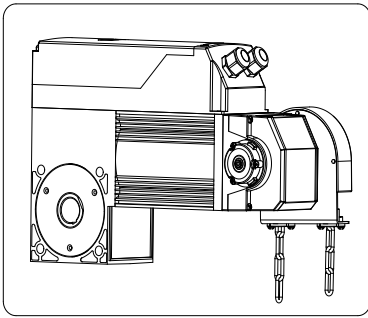

图 7
一般情况下，手动链的位置在门的外侧，即开门机安装在门的右侧时，手动链在开门机的右侧（如图 7）；开门机安装在门的左侧时，手动链在开门机的左侧（如图 8）
本款开门机的出厂状态为如图 7 所示的安装状态，若要转换成如图 8 所示的状态时，按图 9 所示，把罩壳上的四个螺钉（序号⑥）卸下，取下罩壳（序号⑤）。然后用 4mm 内六角扳手将四个内六角螺钉（序号③）旋开，把电线从接线端子（序号②）处拆下，将整个支座（序号①）旋转 180° 后，将微动开关引线从支座相应孔中穿出，同时微动开关和接线端子一同装到另一侧固定，重新接好电线。如图 10 所示，由 A 变换成 B 的状态。
- ①—支座
- ②—接线端子
- ③—内六角螺钉
- ④—微动开关
- ⑤—罩壳
- ⑥—螺钉